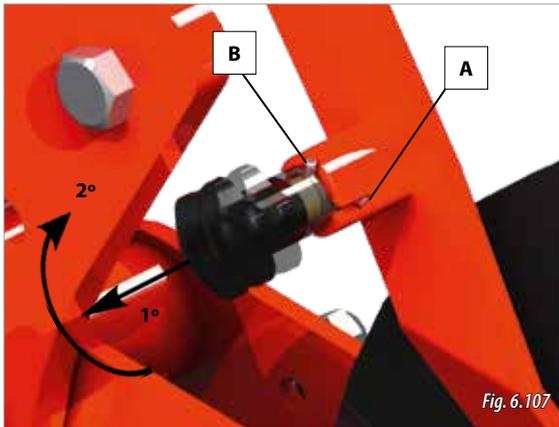

Fig. 6.107
- 2- Tirare la sicura (1, Fig. 6.106) e posizionarla nel punto di esclusione sul telaio (3, Fig. 6.106); per fissare questa posizione, ruotare il perno fino a quando il passante non sia in posizione A (Fig. 6.107).
Per sbloccare l'elemento dalla posizione di esclusione, tirare la sicura (1, Fig. 6.106) e ruotare il passante fino a collocarlo in posizione B (Fig. 6.107).